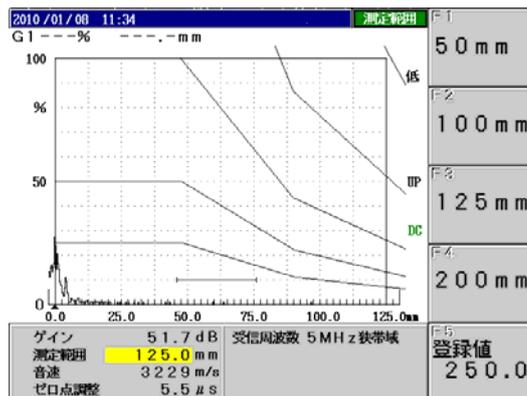

図9 測定範囲125mmでのDAC作成
- ⑬DACが完成したら、^{測定範囲} **7マ** **PRS** キーを押し、125mmの横の **F3** キーを押すと測定範囲が図9のように、125mmになる。